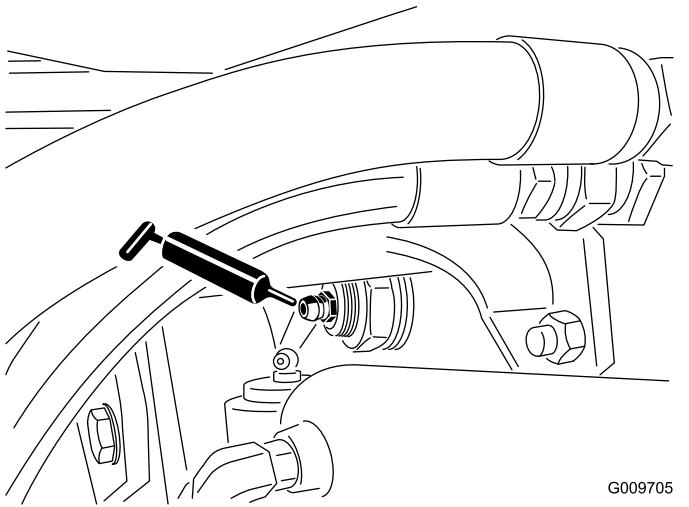

Figura 49
- Boccole orientabili (2) dell'assale posteriore (Figura 49)